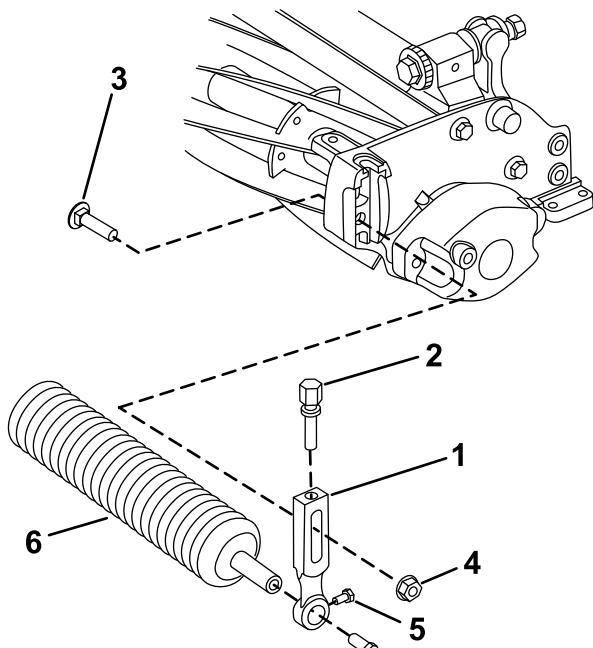

図 2
1. カッティングユニットの、前ローラの左右端部を刈高アームに固定しているローラ固定ねじをゆるめる図 2。
2. 各刈高アームをカッティングユニットの左右端部に固定しているプラウボルトとフランジロックナットを外す図 2。刈高アームとローラアセンブリを取り外す。
3. 刈高アームから刈高調整ねじとローラ取り付けねじを取り外す図 2。